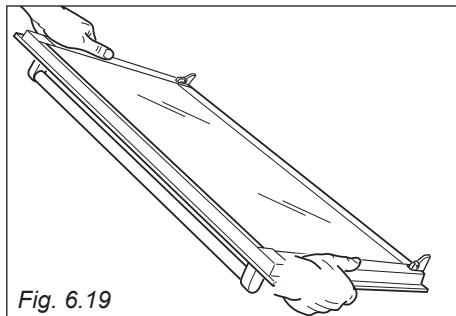

Fig. 6.19
1. Afferrare saldamente la porta (fig. 6.19).